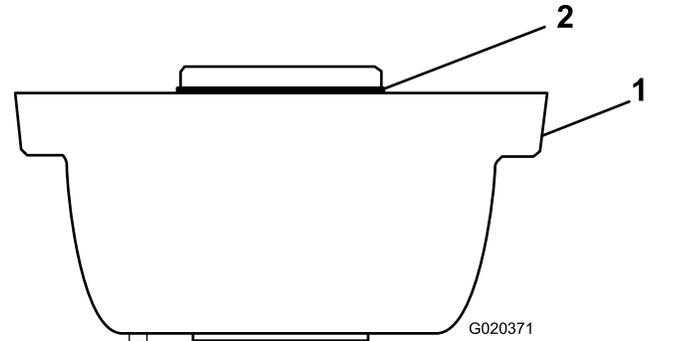

图 3
- 轻轻润滑 O 形圈确保 O 形圈被安装在滚筒刷架 图 3 上。